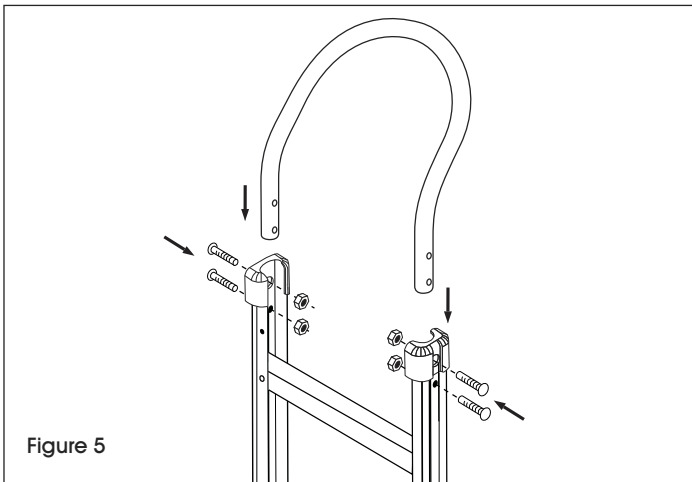

Figure 5
1. Insérez la poignée dans les glissières à l'extrémité supérieure du cadre. Alignez les trous de la poignée et du cadre. Insérez quatre vis à tête cylindrique de 1/4 po-20 x 1 1/2 po à travers les supports et la poignée et fixez-les à l'aide de quatre écrous freinés de 1/4 po. (Voir Figure 5)